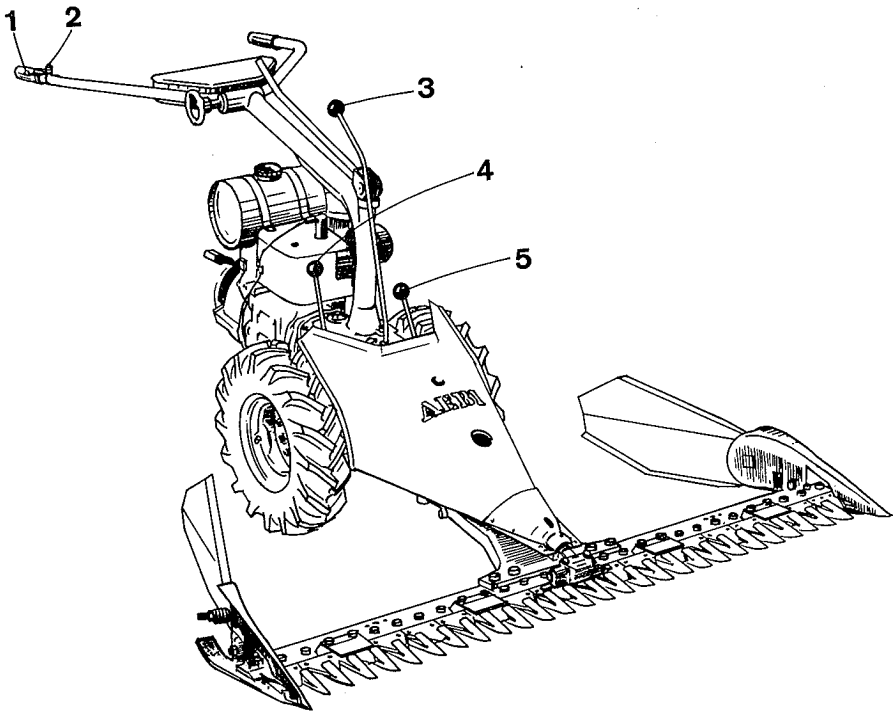

Fig. 1
**Vor jeder Manipulation an der Maschine ist der Umkehrschalt- hebel (Fig. 1) auf 0 (Mittelstel- lung) zu stellen.**
**Levier d'inversion toujours sur 0 avant chaque manipulation à la machine (fig. 1).**
**Prima di ogni manipolazione alla macchina, la leva di con- versione deve essere spostata su 0, per disinnestare il cam- bio completo (fig. 1).**